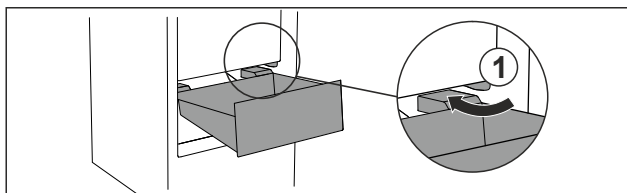

Fig. 74
- ▶ Zásuvku vedte šikmo podél zarážek Fig. 74 (1).